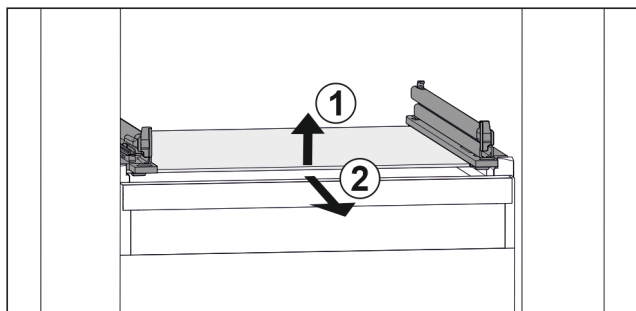

Fig. 88 Príklad zobrazenia sklenenej dosky
- ▶ Nadvihnite sklenenú dosku vpred. *Fig. 88 (1)*
- ▶ Odoberte sklenenú dosku dopredu. *Fig. 88 (2)*